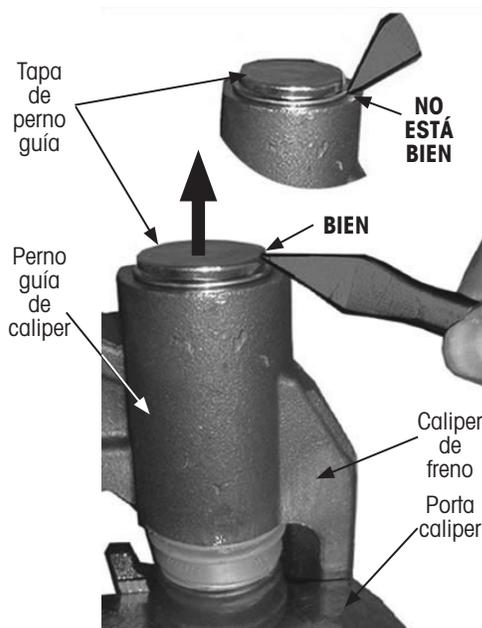

Figura 48: Remoción de tapas de perno guía
**AVISO:** Se pueden dañar los agujeros si las herramientas se utilizan de forma incorrecta (Figura 48). No coloque la herramienta (por ejemplo un cincel o un desarmador) en la cara del caliper. Sólo coloque la herramienta en la tapa del perno guía.
3. **Remueva** las tapas del perno guía (Figura 48).